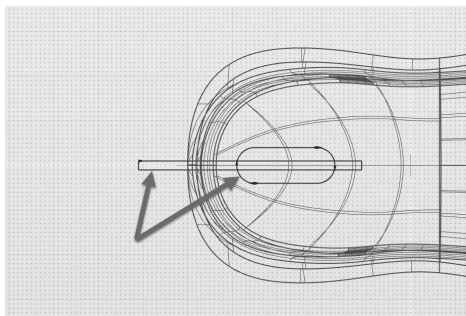

图 5-203 绘制鼠标滚轮位置的两条曲线
5) 在顶视图中绘制与图 5-203 所示类似的两条曲线, 这是鼠标滚轮的位置。